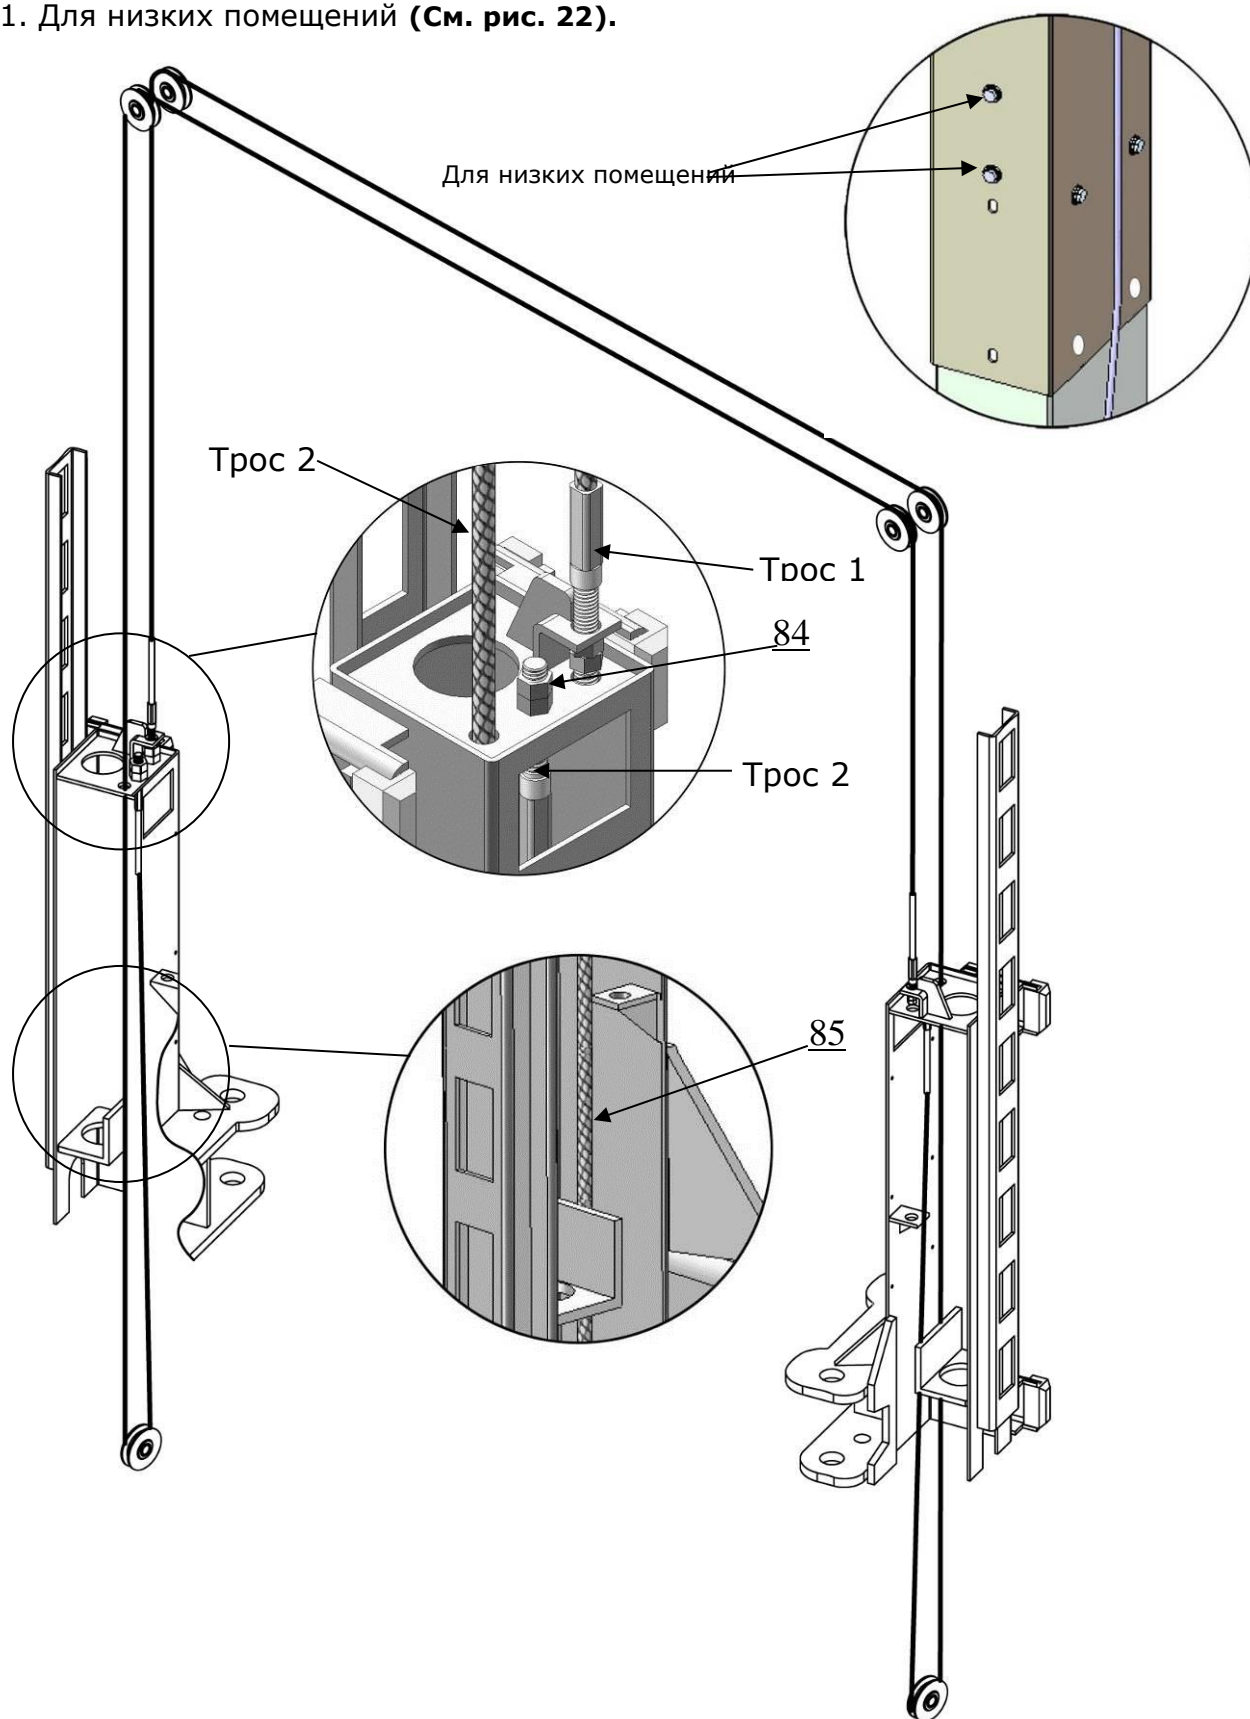

Рис. 22
1. Для низких помещений (См. рис. 22).